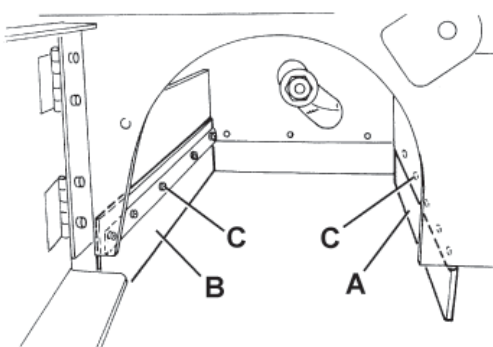
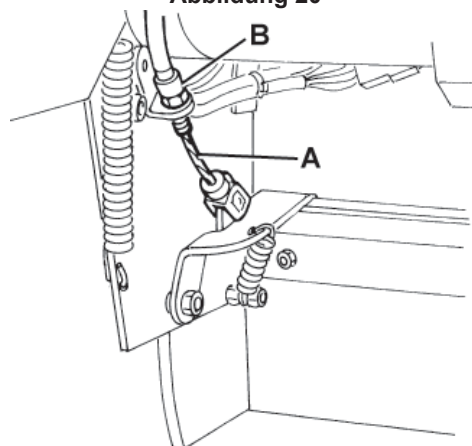
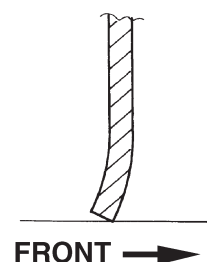

Abbildung 22
Abbildung 23
Abbildung 24
9. Prüfen, dass die Flaps vorn (A, Abb. 22) und hinten (B) unversehrt sind.
10. Überprüfen, ob die vordere (A, Abb. 22) und die hintere (B) Schmutzfangklappe leicht auf dem Boden schleifen bzw. ob sie den Boden zumindest berühren (siehe Abb. 24).
Falls erforderlich, Schrauben (C, Abb. 22) lösen und Schmutzfangklappenstellung einstellen. Danach Schrauben (C) wieder eindrehen.
11. Das Pedal für die vordere Schmutzfangklappe (75) ganz heruntertreten und überprüfen, ob sich die vordere Schmutzfangklappe um ca. 5 cm hebt.
Das Pedal loslassen und überprüfen, ob die Schmutzfangklappe in ihre Ausgangsstellung zurückkehrt und nicht in einer Zwischenstellung stehenbleibt. Falls erforderlich, das Schmutzfangklappenkabel (A, Abb. 23) mit der Einstellvorrichtung (B) vorne links auf der Schmutzfangklappe einstellen (für das Auswechseln des Steuerkabels der vorderen Schmutzfangklappe siehe Service-Anleitung).